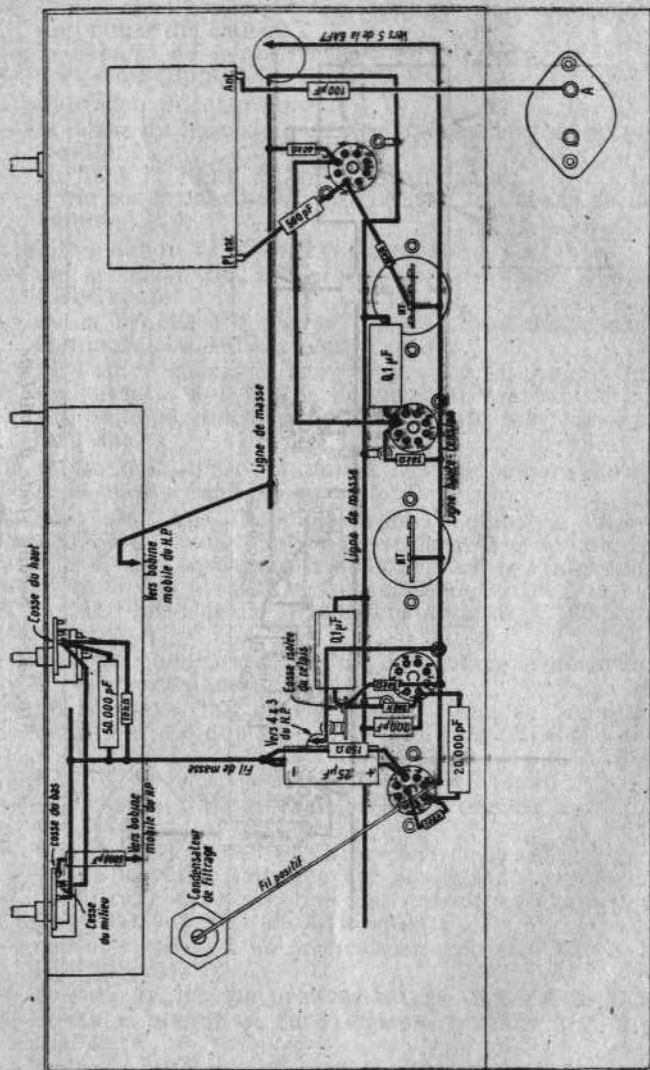

FIG. 45. — Troisième stade du câblage
**Troisième stade de câblage (fig. 45).** — En 3 de l'EL41, un condensateur de 25 microfarads et une résistance de 150 ohms qui vont à la masse.